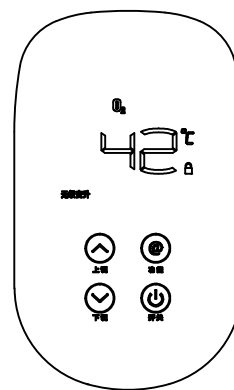

图6
(1) 按下显示器面板的电源键，如图6，显示屏点亮，并显示上次最后使用的设置温度(例如42℃)。
(2) 按“”“”键热水器进入温度调节状态，可自由设置温度。温度设置范围在 35℃~ 65℃；35℃~48℃ 每按一次按键变化1℃，48℃~65℃每按一次按键变化为48℃、50℃、55℃、60℃、65℃，每按一次蜂鸣器响一声。